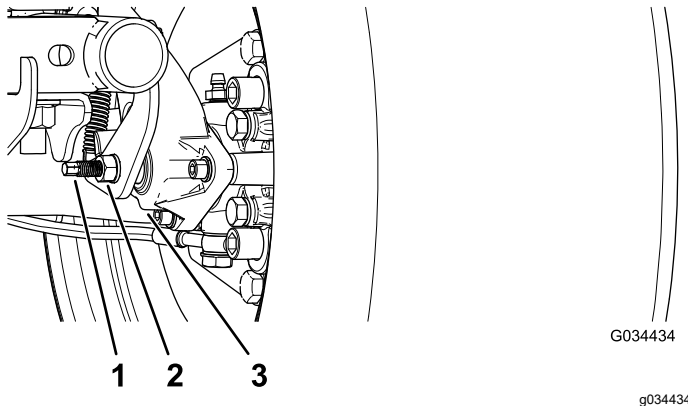

Figura 50
3. Con 2 llaves, sostenga en su sitio el poste de ajuste en la pinza con 1 llave y afloje la contratuerca 1/4 de giro con la otra llave (Figura 50).
4. Mientras sostiene el poste de ajuste y la contratuerca en su sitio, gire el poste hacia dentro para apretarlo (Figura 50).
5. Mientras sostiene el poste de ajuste y la contratuerca en su sitio, retroceda atrás 1/4 de giro (Figura 50).
6. Mientras sostiene el poste de ajuste y la contratuerca en su sitio, apriete la contratuerca (Figura 50).